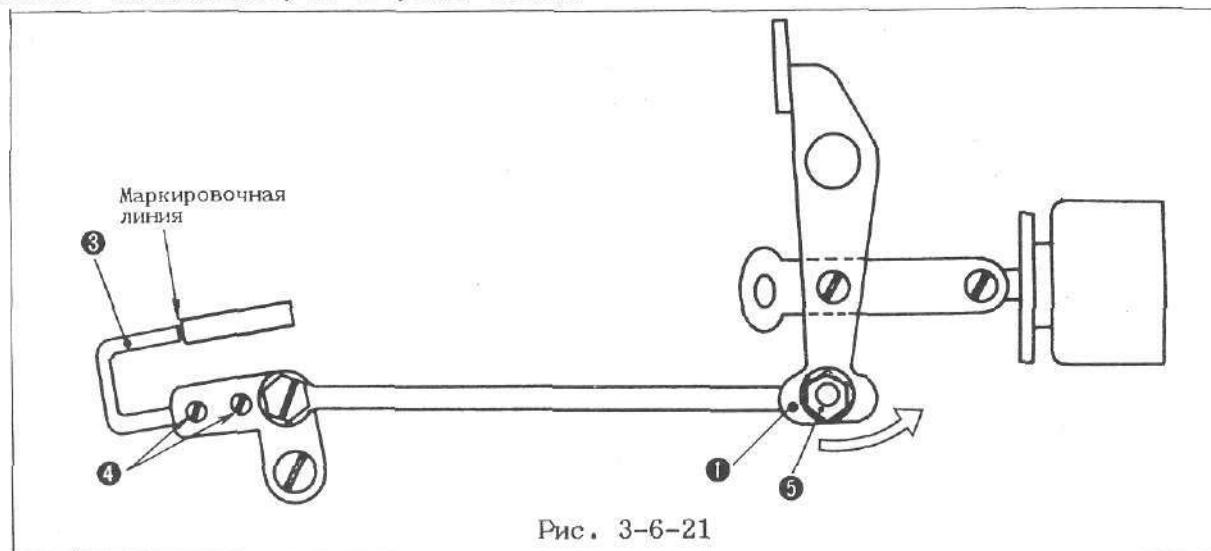
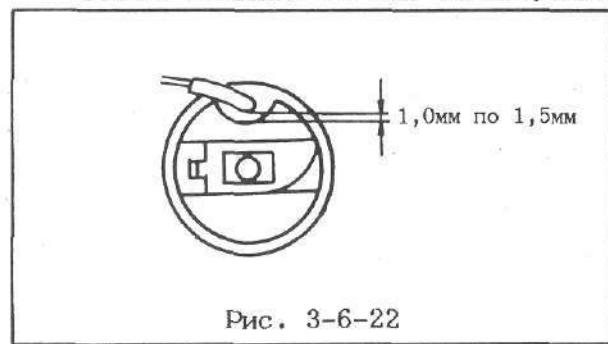

Рис. 3-6-21
Рис. 3-6-22
Отталкивая сцепляющую плиту (① на рис. 3-6-21) в направлении стрелки (вправо), выполнить регулировку таким образом, чтобы нижняя нитка вытянулась из шпульки без сопротивления.
Ослабив винт (④ на рис. 3-6-21), выполнить регулировку таким образом, чтобы верхний край захвата нитепрятгивателя (пальца позиционирования держателя шпульного колпачка) был в положении, показанном на рис. 3-6-22. Сдвигая палец кулисы захвата (② на рис. 3-6-21), отрегулировать позицию захвата нитепрятгивателя при его входе в шпульный колпачок. После регулировки, затянуть контргайку (⑤ на рис. 3-6-21) пальца кулисы захвата.